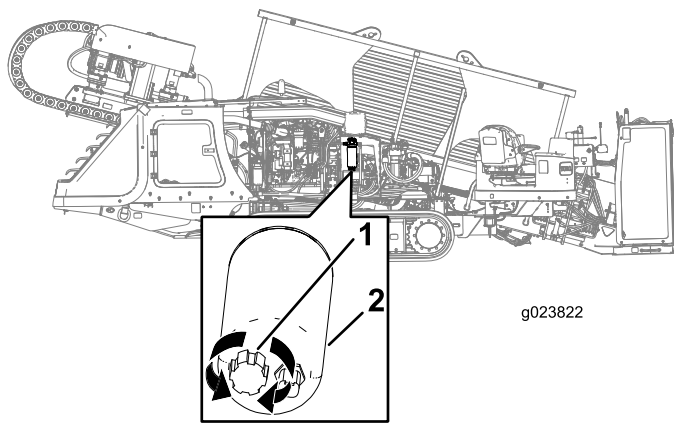

Figura 93
3. Coloque un recipiente de drenaje debajo del filtro de combustible primario (Figura 93).
- Gire la válvula de drenaje, en la parte inferior del filtro de combustible primario, 2 o 3 vueltas en sentido antihorario, y drene el agua y los sedimentos del filtro de combustible (Figura 93).